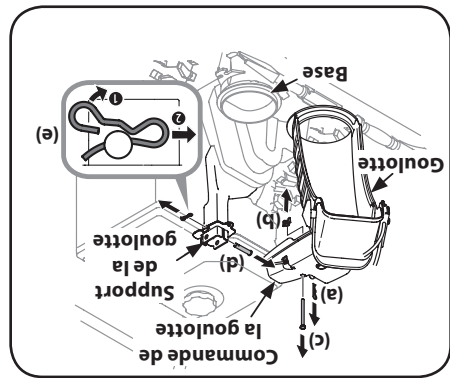

Figure 2-13
1. Retirez la goupille fendue (a), l'écrou à oreilles (b) et la vis hex. (c) qui se trouvent sur la commande de la goulotte ainsi que la goupille fendue (e) et l'axe de chape (d) sur le support de la goulotte. Voir la Figure 2-13